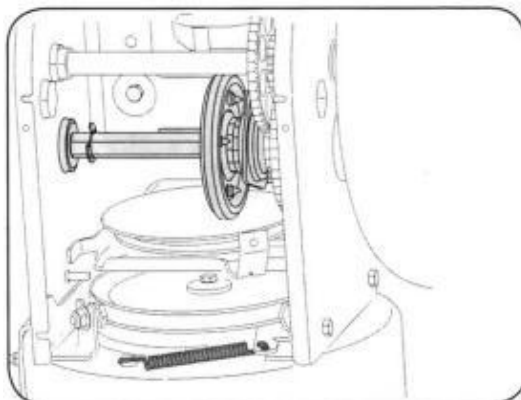

Рисунок 18
2. Нанесите тонкий слой всесезонной универсальной консистентной смазки на шестигранный вал (см. рис.18).